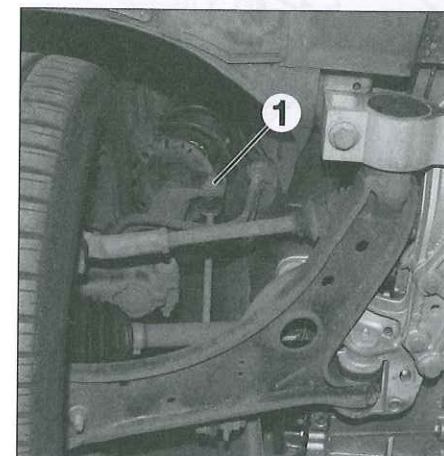

Fig. 5
- Desatornillar la tuerca de la bieleta (1) de la barra estabilizadora sobre el elemento de suspensión (Fig.5).